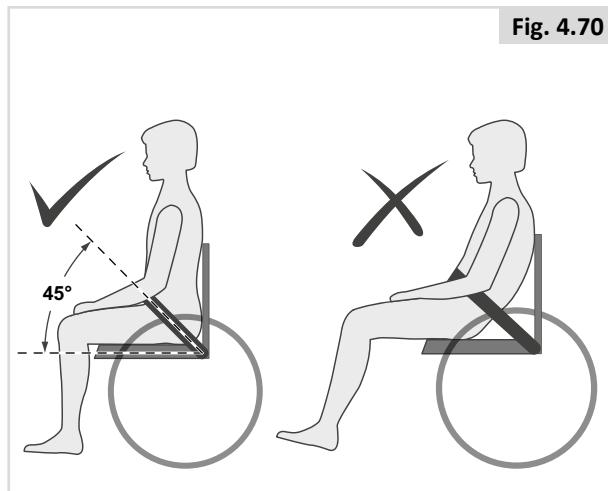

Fig. 4.70
- Normalt ska höftbältet sitta i en vinkel av ca 45° (Fig. 4.70), och ska, när det sitter rätt, hindra användaren från att glida nedåt i sitsen.